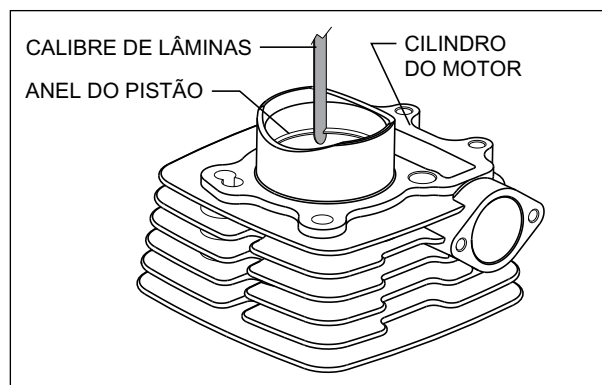

Fig. 3.98
- A folga da extremidade fechada dos anéis (Superior e 2ª) deve ser verificada para avaliar a capacidade de serviço do anel do pistão. Instale o anel no cilindro, usando o pistão, empurre o anel no orifício do cilindro a 20 mm da parte inferior. Isso fará com que o anel se encaixe adequadamente no de cilindro. Usando um calibre de lâminas, meça a folga da extremidade fechada. (Fig. 3.98)